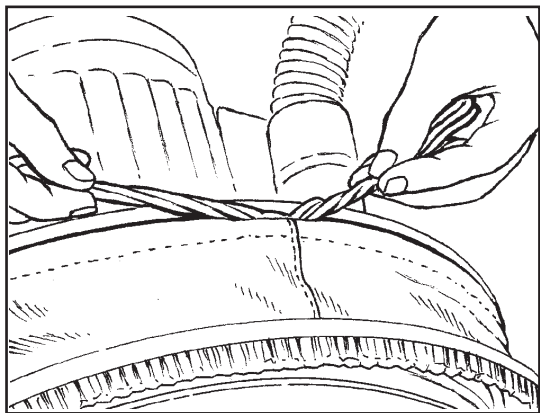
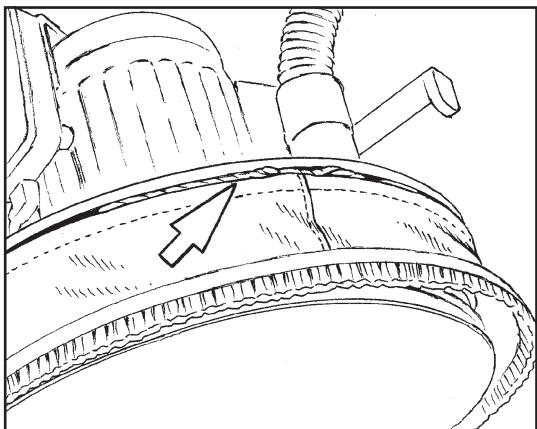

Figura 7
Figura 8
1. Envuelva la faldita alrededor del parachoques de manera que la cadena de arrastre pueda ser insertada en el hueco del parachoques. Vea la figura 7.
4. Enrosque los extremos de la cadena (vea la figura 7) e insértelos en el hueco del parachoques tal como se exhibe en la figura 8.